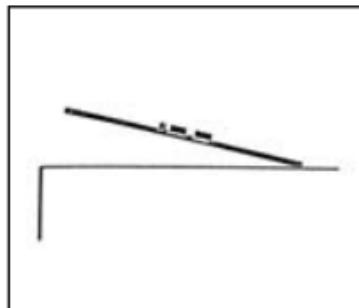

Fig. 6: Montaje del micrófono en una plancha de plexiglas.
- de plexiglas de aprox. 1 x 1 m y orientarla hacia la fuente sonora deseada (véase Fig. 6), o bien